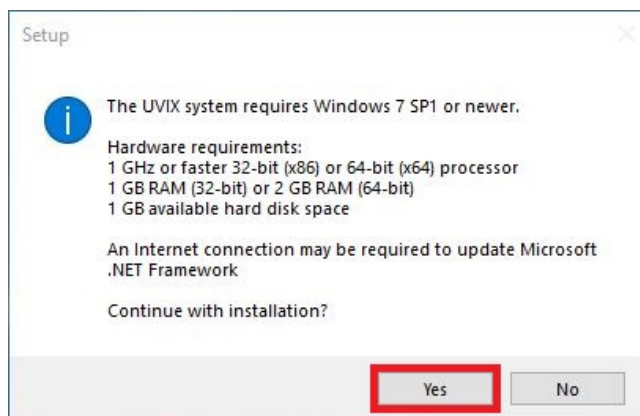

Figura 4.11: Requisiti UVIX
1. Assicurarsi che i requisiti siano soddisfatti e cliccare su "Sì", figura 4.11.